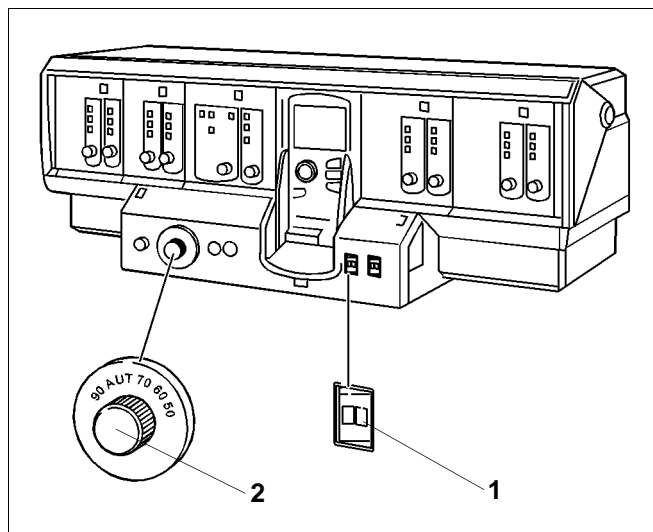

Fig. 1 - Apparecchio di regolazione (Logamatic 4311)
- Mettere l'interruttore d'esercizio (fig. 1, pos.1) sulla posizione „I“ (on).
- Mettere il regolatore di temperatura della caldaia (fig. 1, pos. 2) su AUT risp. su 80°C. Per regolazione costante, tararlo alla temperatura desiderata, cioè per combustione di gas al min. 60°C e per combustione di gasolio al min. 50°C.
- Mettere l'interruttore d'esercizio (fig. 1, pos.1) sulla posizione „0“ (off).